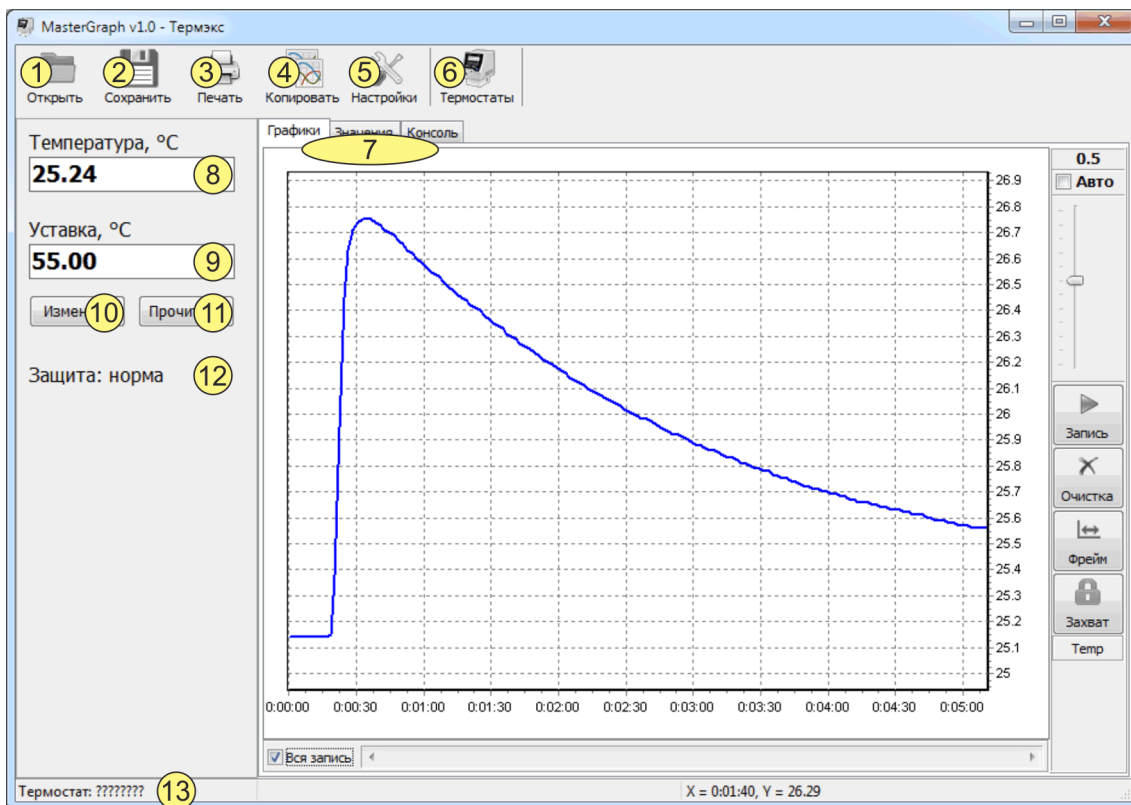

Рисунок 1 — Главное окно программы
К компьютеру может быть подключено несколько блоков регулирования, но программа может работать только с одним из них. Чтобы выбрать блок регулирования в качестве текущего, выполнить (см. рисунок 1):
- сохранить данные на диске компьютера, нажав кнопку 2 рисунок 1;